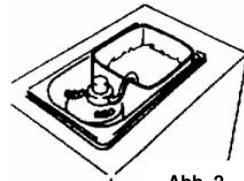

Abb. 2
- Stellen Sie den gefüllten Sahnetopf in den SANOMAT und schwenken Sie das Saugrohr ein. (Abb. 2)